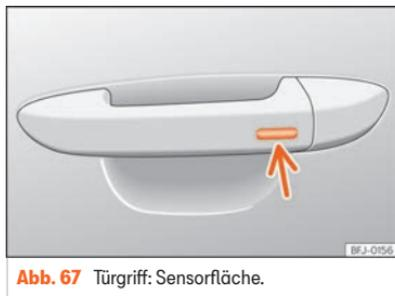

Abb. 67 Türgriff: Sensorfläche.
- **ODER:** mit dem Keyless Access-System (nur Schließen): Finger einige Sekunden auf der Sensorfläche zum Verriegeln  **[Abb. 67]** (Pfeil) im Türgriff halten, um die Fenster und das Schiebedach zu schließen. Sobald Sie die Sensorfläche nicht mehr berühren, wird die Schließfunktion unterbrochen.
Halten Sie einige Sekunden lang einen Finger über die Verriegelungssensorfläche **>>>** **(Abb. 67)** (Pfeil) am Türgriff, damit das Dach geschlossen wird. Wenn Sie die Sensorfläche nicht mehr berühren, wird die Schließfunktion unterbrochen.